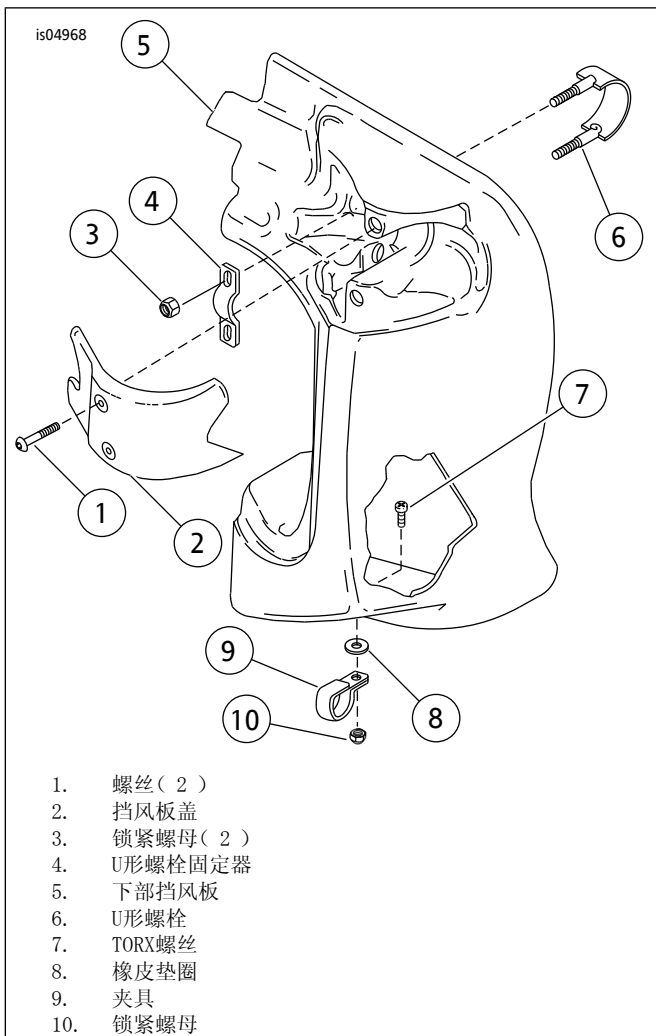

图1。FLHR/I或FLHT/C/I附件下部挡风板
1. 参见图1。拆下将挡风板盖(2)固定至下部挡风板(5)的两个螺丝(1)。拆下风帽。将这些零件置于一旁待用。
- 参见图1。使用U形螺栓(6)从背面穿过挡风板顶部的孔将下部挡风板安装至新发动机护罩顶部。在U形螺栓上将固定器(4)安装到位,然后使用两个锁紧螺母(3)固定至发动机护罩。此时不要拧紧锁紧螺母。